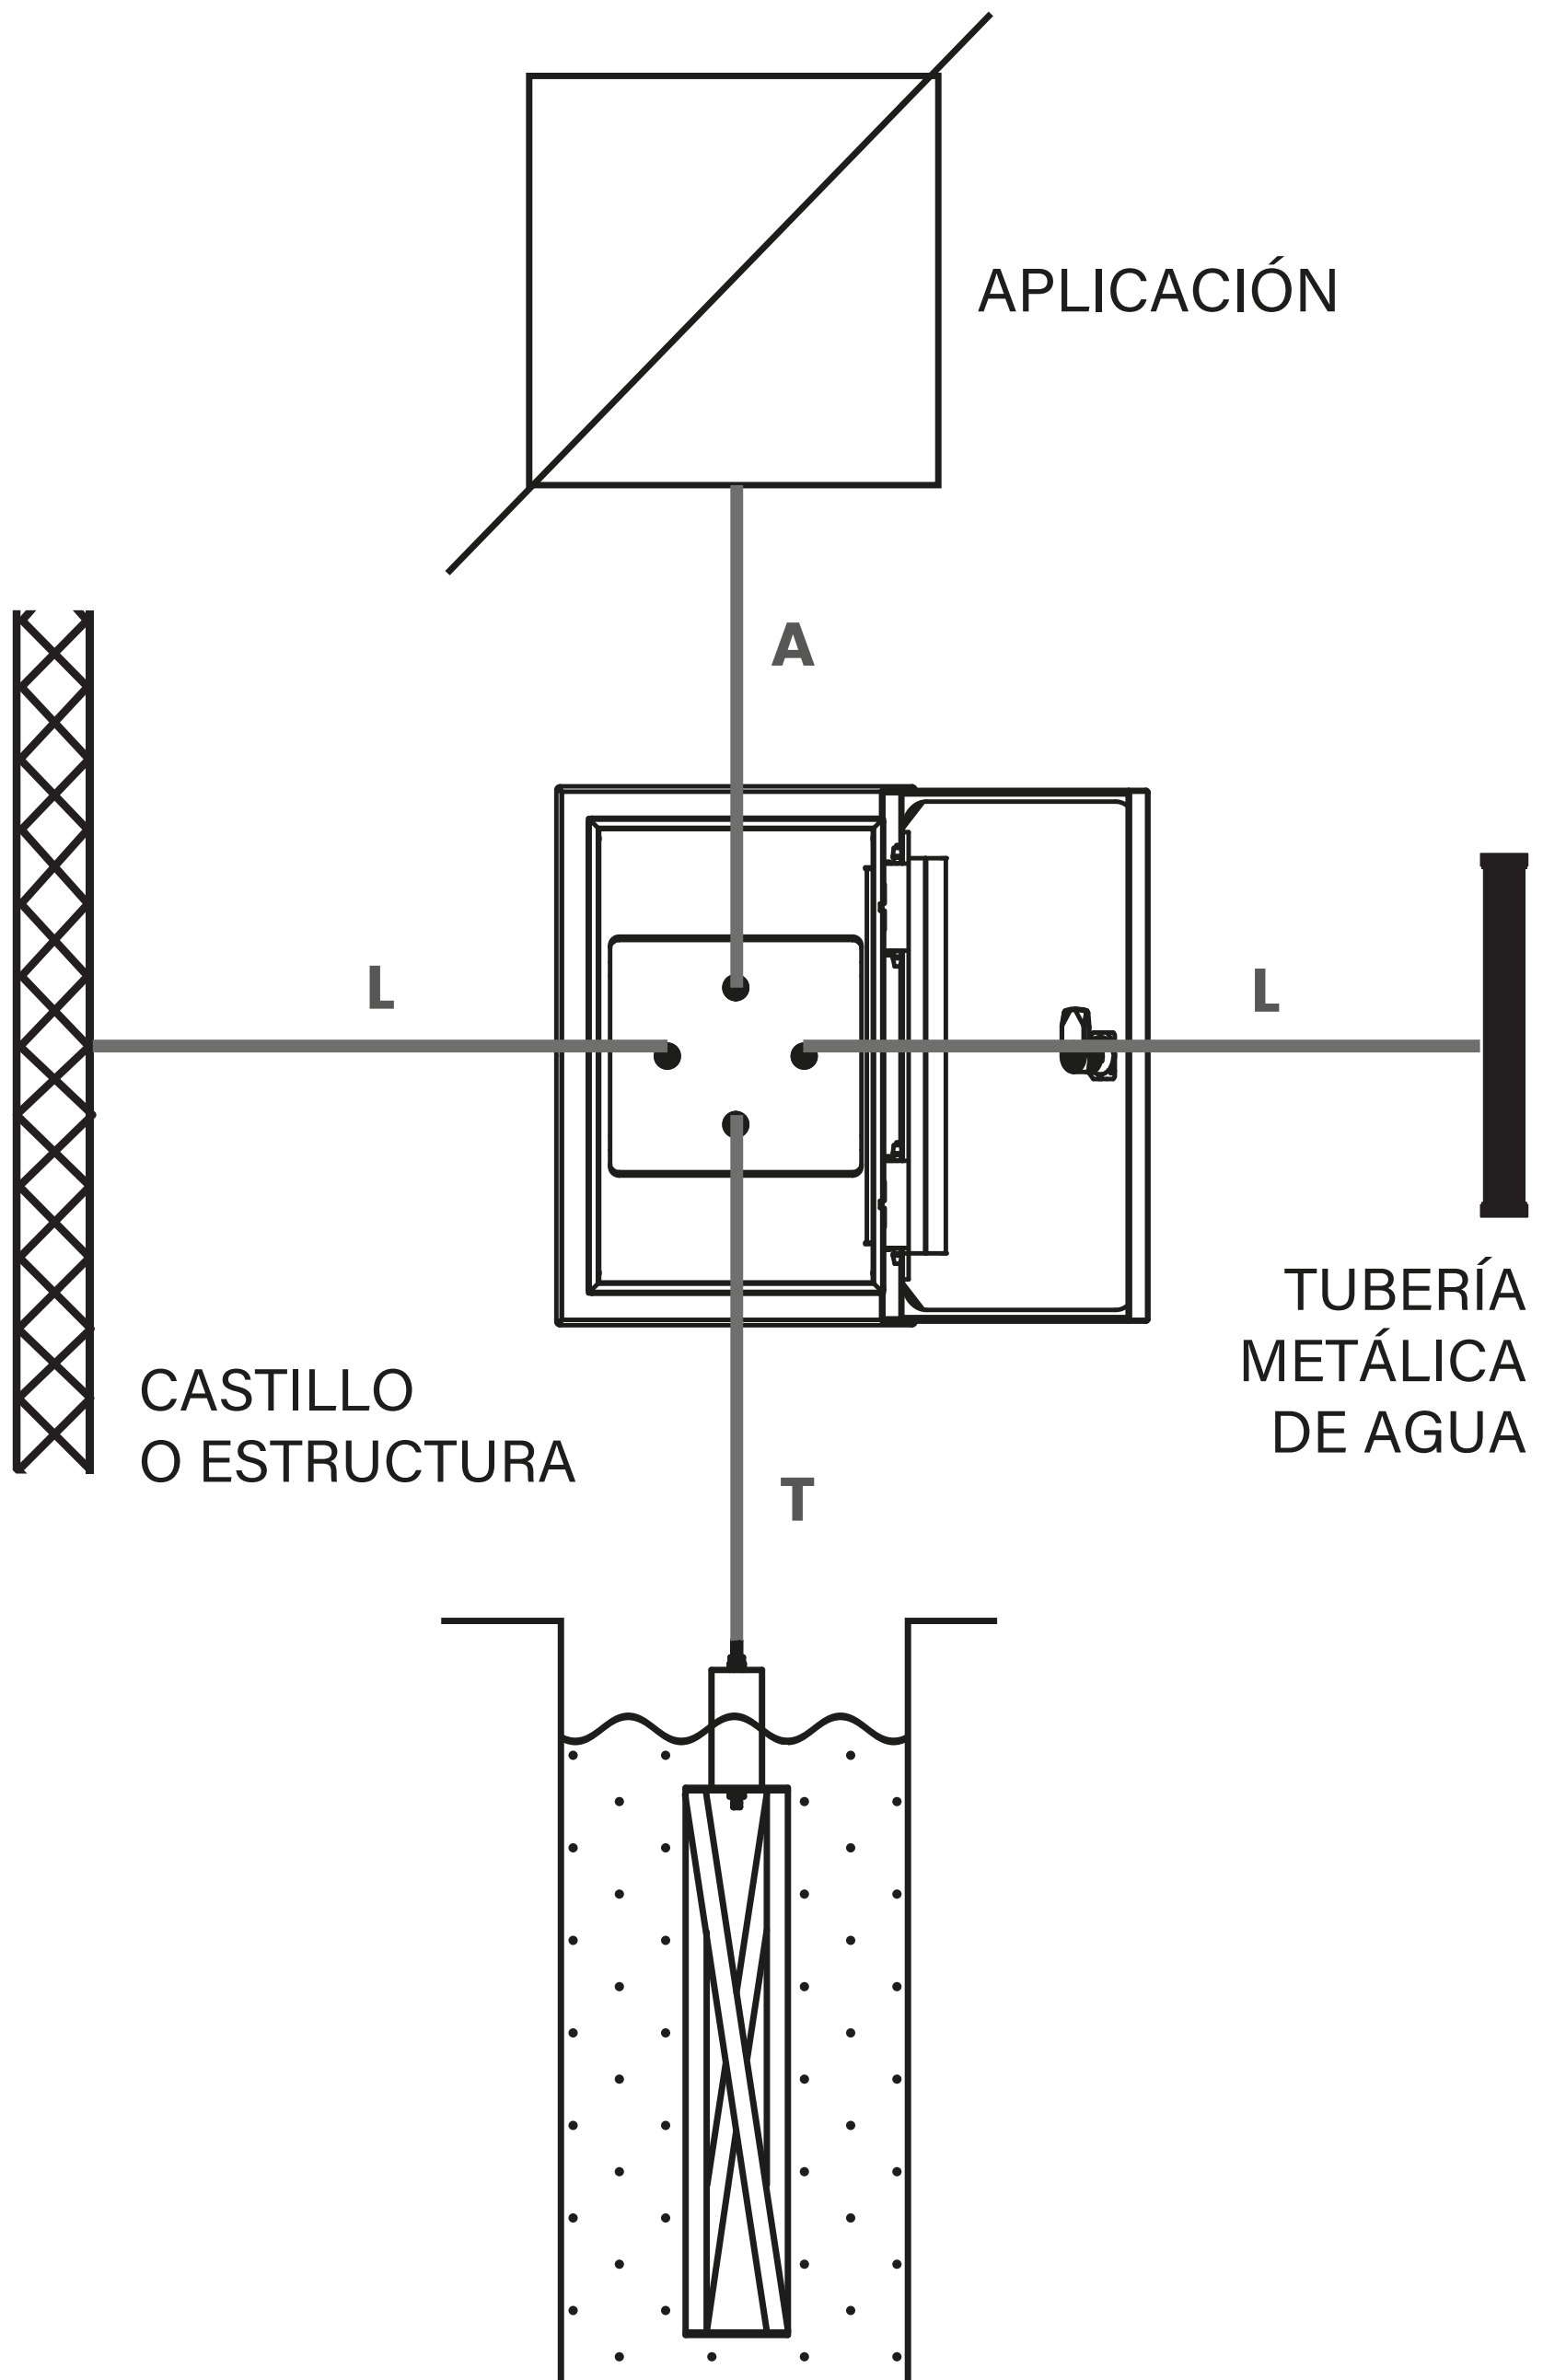

Figura 4.
4.1 Electrodo con acoplamiento en gabinete. *Figura 4.*